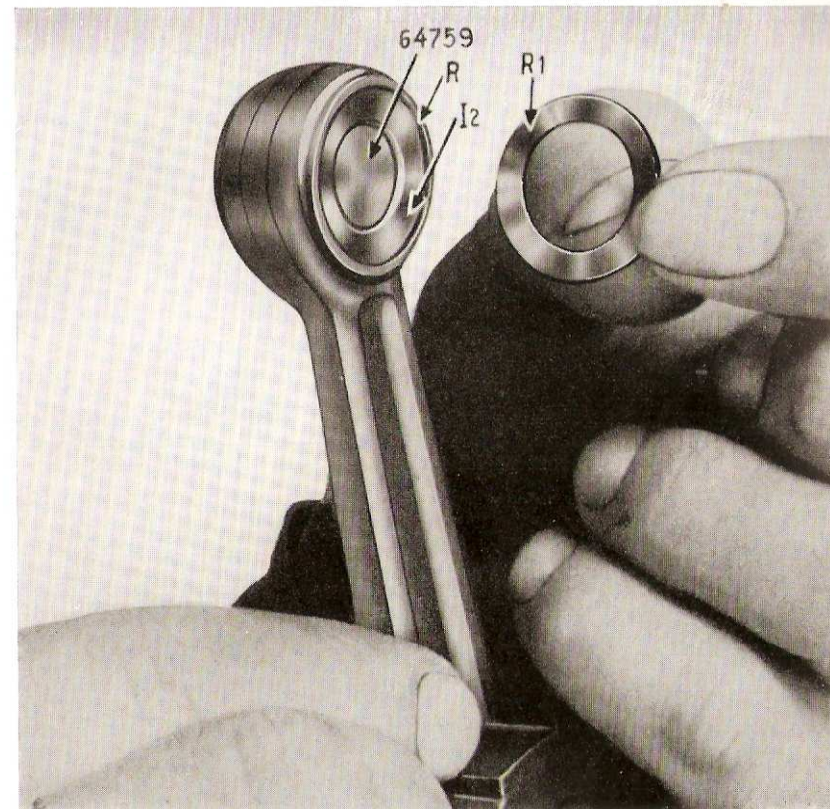

Fig. 16 - Montage rouleaux pied de bielle
10. Fig. 16 - Graisser le trou du pied de bielle et les 21 rouleaux  $2 \times 11,8$ , les monter dans le pied de bielle en les gardant en position avec la buselure de la chasse 64759.